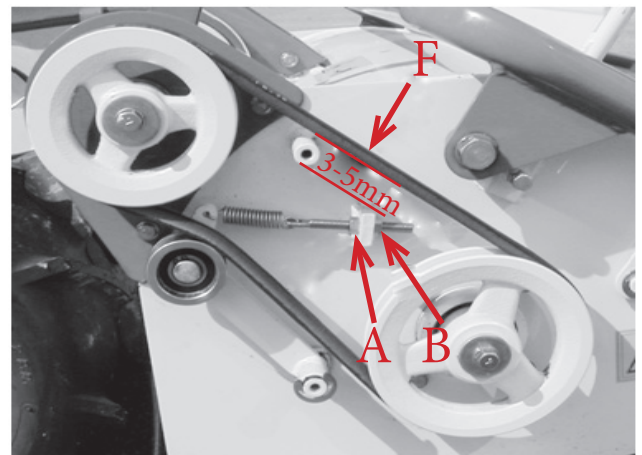

Bild 20
- Drücken Sie den Keilriemen an der Position F (Bild 20) durch, er muss sich zwischen 3 und 5 mm durchdrücken lassen. Wenn nicht, stellen Sie die Federspannung mit den Schrauben (Abb. A&B Bild 20) nach.